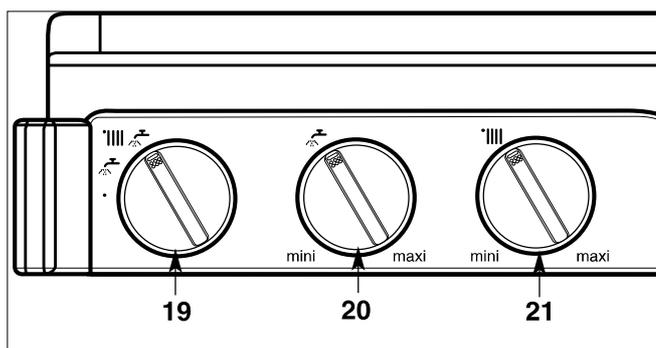
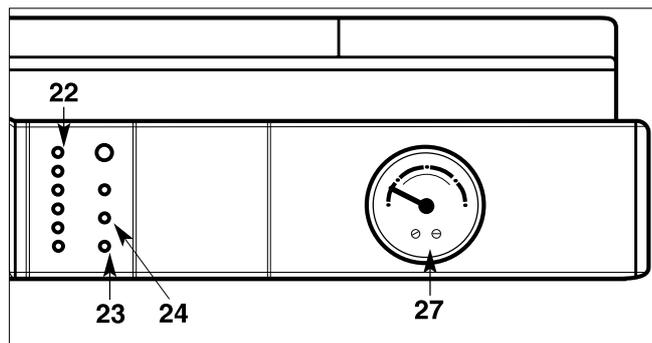

Fig. 23
Fig. 24
- Placez le commutateur "19" (fig. 23) en position «» ; voyant vert "23" allumé ; le voyant orange "24" (fig. 24) s'allume chaque fois que le brûleur entre en fonction.
Le bouton de réglage du chauffage "21" «» (fig. 23) donne la possibilité d'ajuster la température de l'eau du circuit de chauffage en fonction des besoins saisonniers.
L'indicateur "22"  (fig. 24) affiche cette température.
- Placez le commutateur "19" en position arrêt «», extinction du voyant vert "23" (fig. 24).
Ne pas oublier de le rouvrir en début de saison de chauffage, lorsque l'on replace le commutateur "19" (fig. 23) en position «».